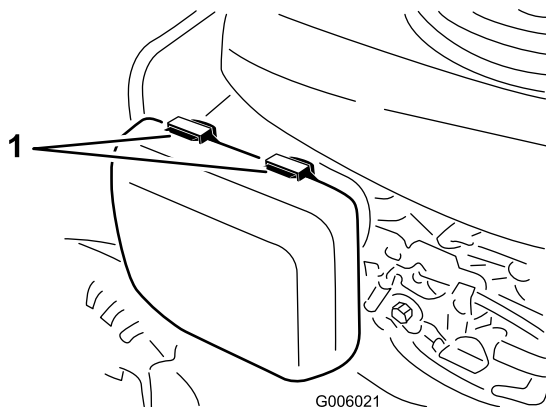

Bild 37
1. Drücken Sie die Verriegelungslaschen oben an der Liftfilterabdeckung nach unten (Bild 37).